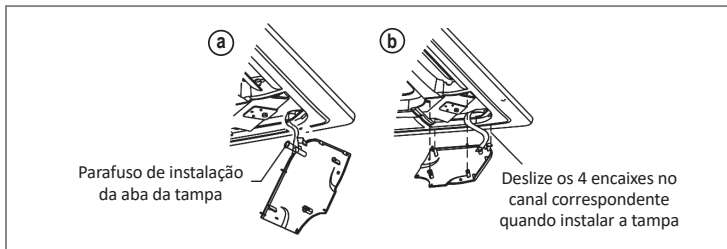

FIG. 25
- Aperte os parafusos do cabo da tampa de instalação (Fig. 25 - Detalhe a).
- Pressione levemente a tampa para a instalação do painel (Fig. 25 - Detalhe b).